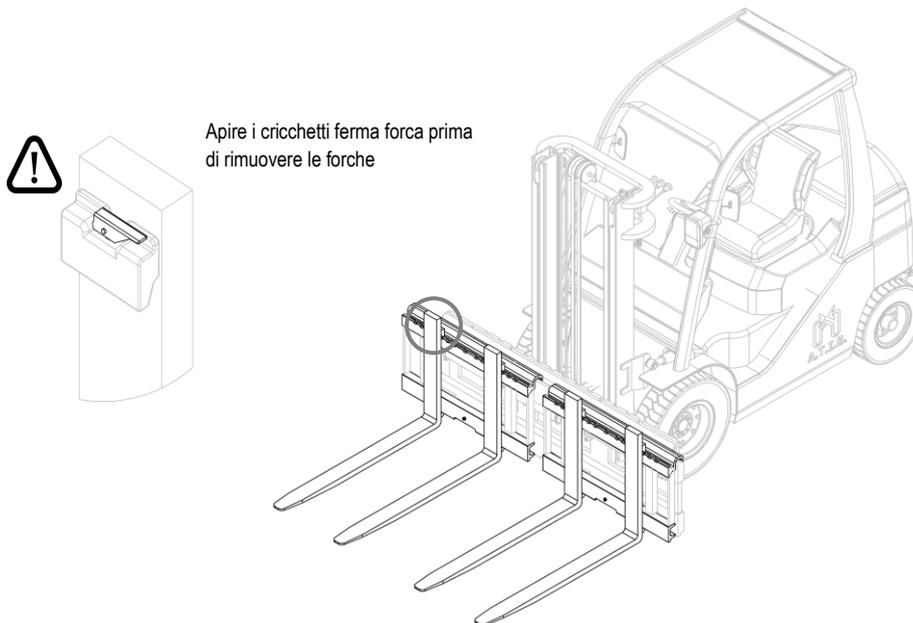
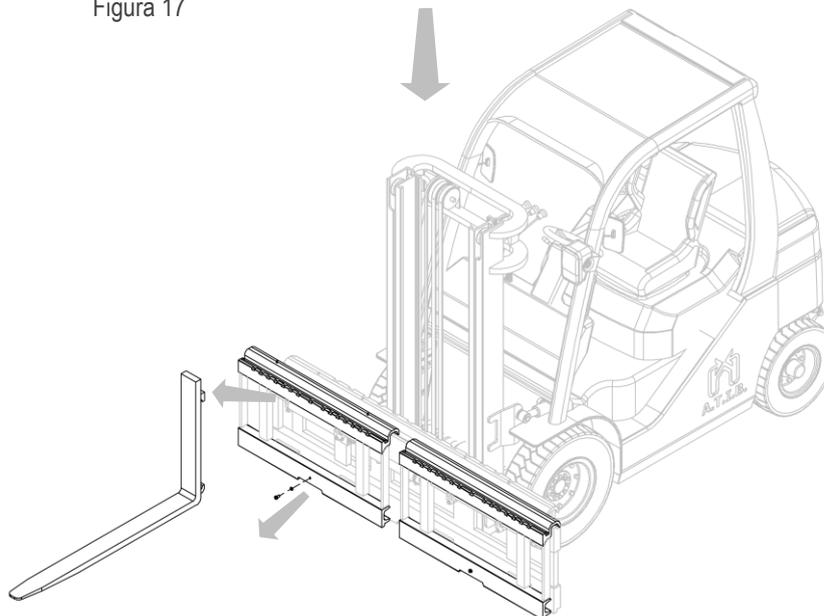

Figura 17
Figura 18
4. Prendere come riferimento la *Figura 17* e la *Figura 18*.